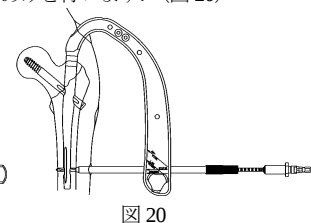

図 20
- * 18) ドリルアダプタを装着し、ロックングスクリュー用ドリル (L) 又はストッパー付き (35mm) にて穴あけを行います。(図 20)